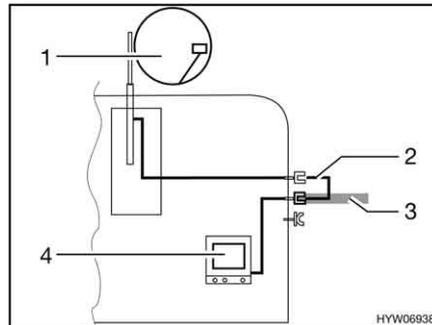

Bild 123 TV im Fahrzeug
- TV im Fahrzeug (Bild 123,4): Anschluss an Dachantenne (Bild 123,1) mit Verbindungskabel (Bild 123,2)
- TV im Fahrzeug (Bild 123,4): Anschluss an externe Antenne (Bild 123,3)